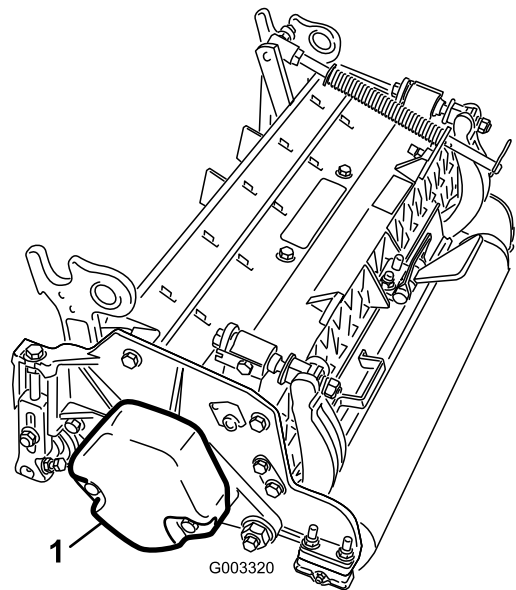

Figure 15
1. Sur les plateaux de coupe N° 2, 4 et 6, enlevez les 2 vis qui fixent le contrepoids à l'extrémité gauche du plateau de coupe. Déposez le contrepoids (Figure 15).